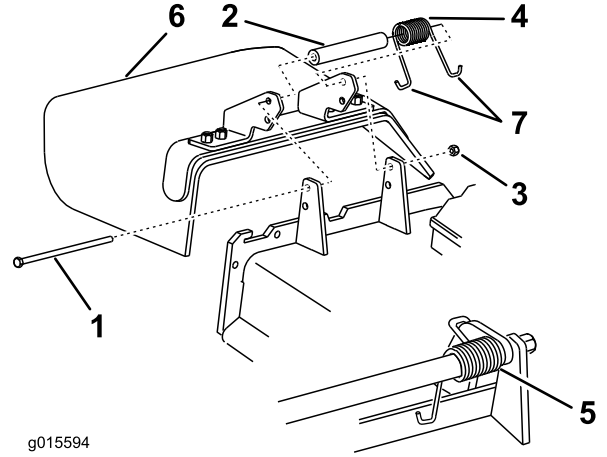

図 23
4. デフレクタをピボットブラケットに固定しているロックナット、ボルト、スプリング、スペーサを外す (図 23)。
5. デフレクタを取り外す (図 23)。